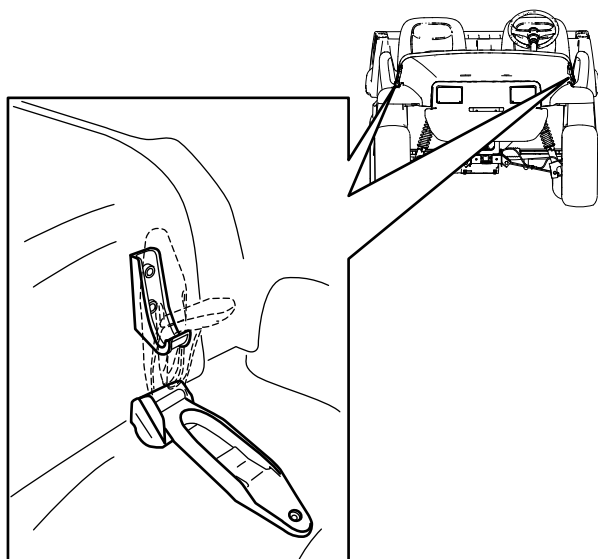

Bild 28
1. Heben Sie den Hebel der Gummiriegel an jeder Seite der Motorhaube an (Bild 28).
2. Fluchten Sie die Gummiriegel auf den Riegelankern an jeder Seite der Motorhaube aus, um die Motorhaube zu befestigen (**Bild 28**).